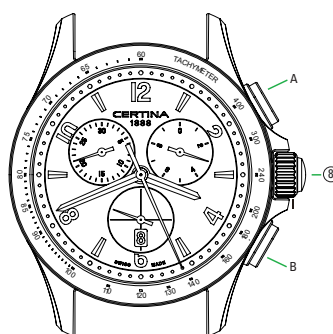

Fig. 2
- Tid 2-avlesning (se fig. 2)**